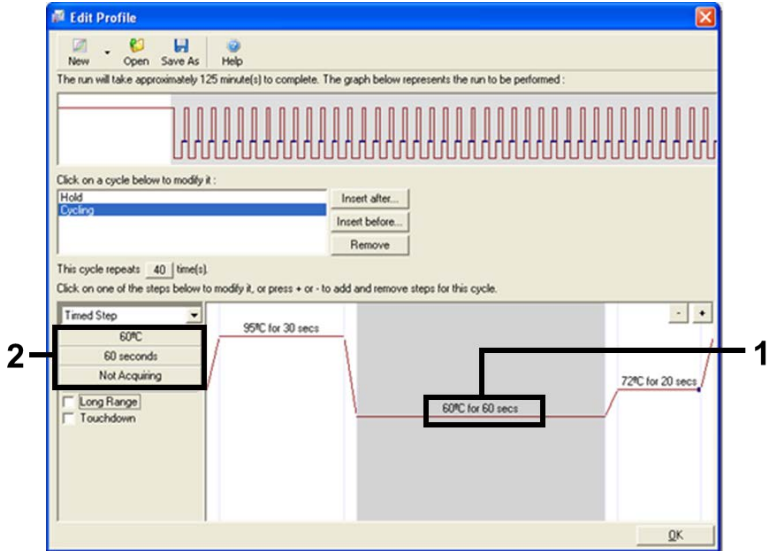

Abbildung 7. Zyklusschritt bei 60°C
9. Markieren Sie den zweiten Schritt und stellen Sie diesen für 60 Sek. auf 60 °C ein. Klicken Sie auf Not Acquiring (Keine Erfassung), um die Datenerfassung für diesen Schritt zu aktivieren. (Abbildung 7).